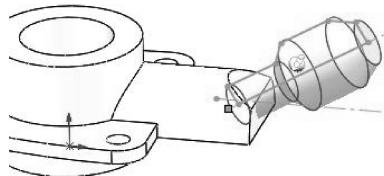

图 3-112 创建旋转特征 1
- 退出草绘环境后，在旋转属性面板中单击【应用】按钮，完成创建，如图 3-112 所示。